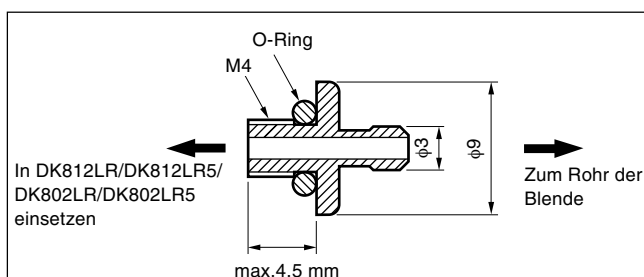

Abb. 3 Maße des Anschlussstücks
- Benutzen Sie bei Luftantrieb das Anschlussstück, das gemäß Abb. 3 am Messtaster anzubringen ist. Die Länge des in den Messtaster einzusetzenden M4-Gewindes darf höchstens 4,5 mm betragen. Ist das Gewinde zu lang, kann der Messtaster beschädigt werden.